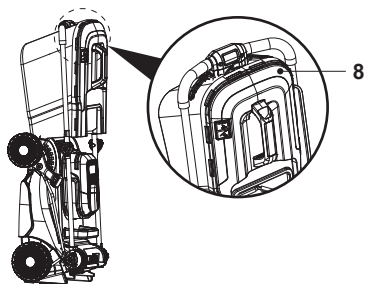

Fig. 23
- Lo más recomendable es almacenar el cortacésped con el recogedor de hierba (8) enganchado a él y el accesorio triturador (24) montado en el cortacésped (Fig. 23).